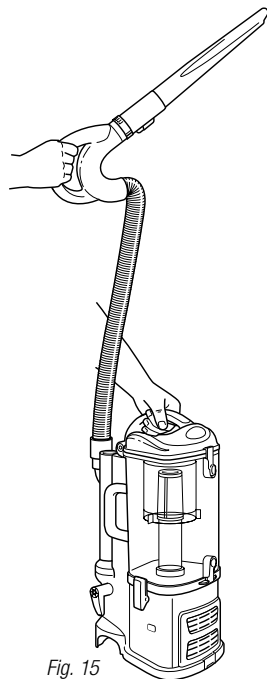

Fig. 15
- 4 Coloque la llave de encendido en la posición 'I' para encender la aspiradora en modo de limpieza por encima del piso y sostenga el mango con una mano mientras lleva la portátil *Lift-Away*® por toda la casa con la otra mano. (Fig. 15)